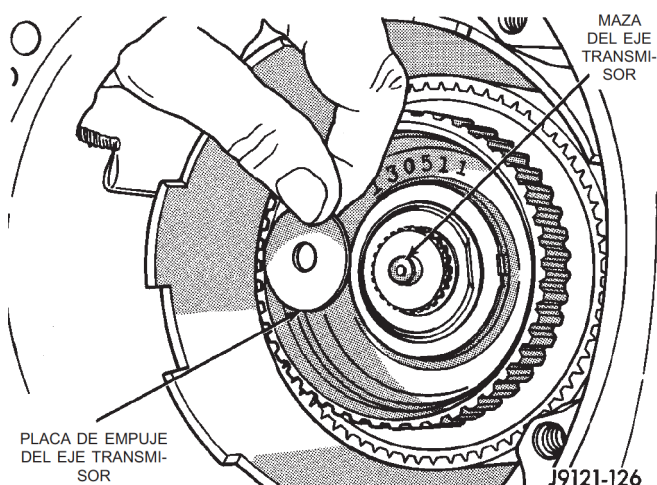
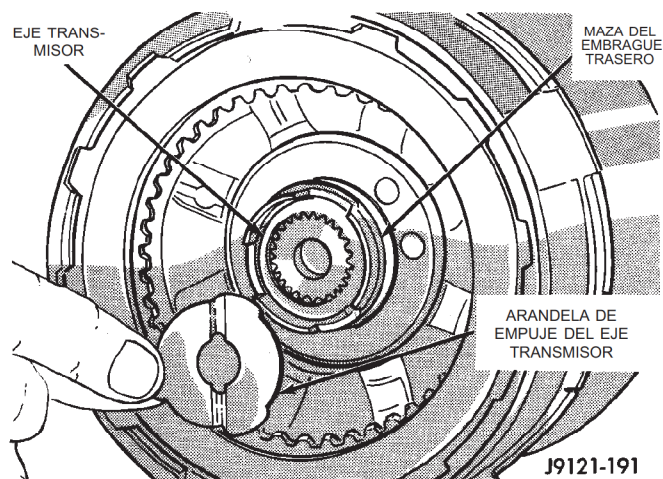

Fig. 102 Placa de empuje del eje transmisor
Fig. 104 Arandela de empuje del eje transmisor
(29) Instale la placa de empuje del eje transmisor en la maza del eje del casco impulsor del tren de engranajes planetarios (Fig. 102). Utilice vaselina para mantener la placa de empuje en su lugar.
(30) Verifique la arandela de empuje del embrague trasero. Si fuera necesario, utilice vaselina adicional para mantener la arandela en su lugar.
(31) Recubra la arandela de empuje del eje transmisor con vaselina. Luego instale la arandela en la maza del embrague trasero (Fig. 104). Utilice suficiente vaselina como para mantener la arandela en su lugar. **Asegúrese de que el lado con acanaladuras de la arandela mire hacia atrás (hacia el eje transmisor) como se indica. También**